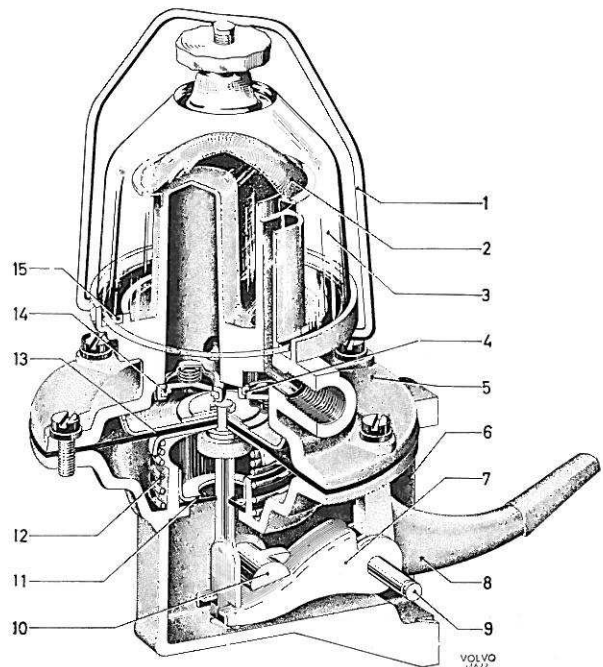

Figure 99. Pompe à essence, type I
- Enlever le circlips de l'axe (9, figure 99) du levier culbuteur (8). Extraire l'axe. Déposer le levier culbuteur, le ressort, le levier articulé (7) et les rondelles.